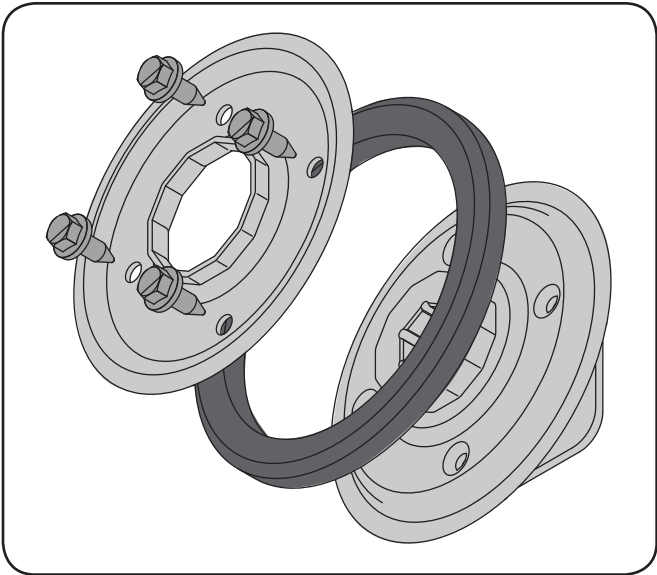

Fig. 7-12
1. Enlevez les quatre vis qui maintiennent les plaques latérales de la roue de frottement. Voir la Fig. 7-12.